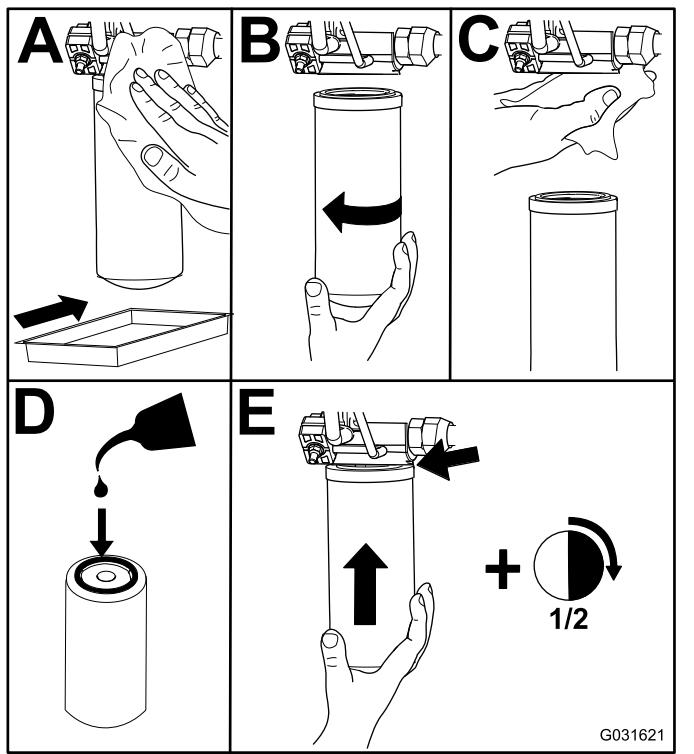

Figura 117
2. Substitua os filtros hidráulicos (Figura 117).